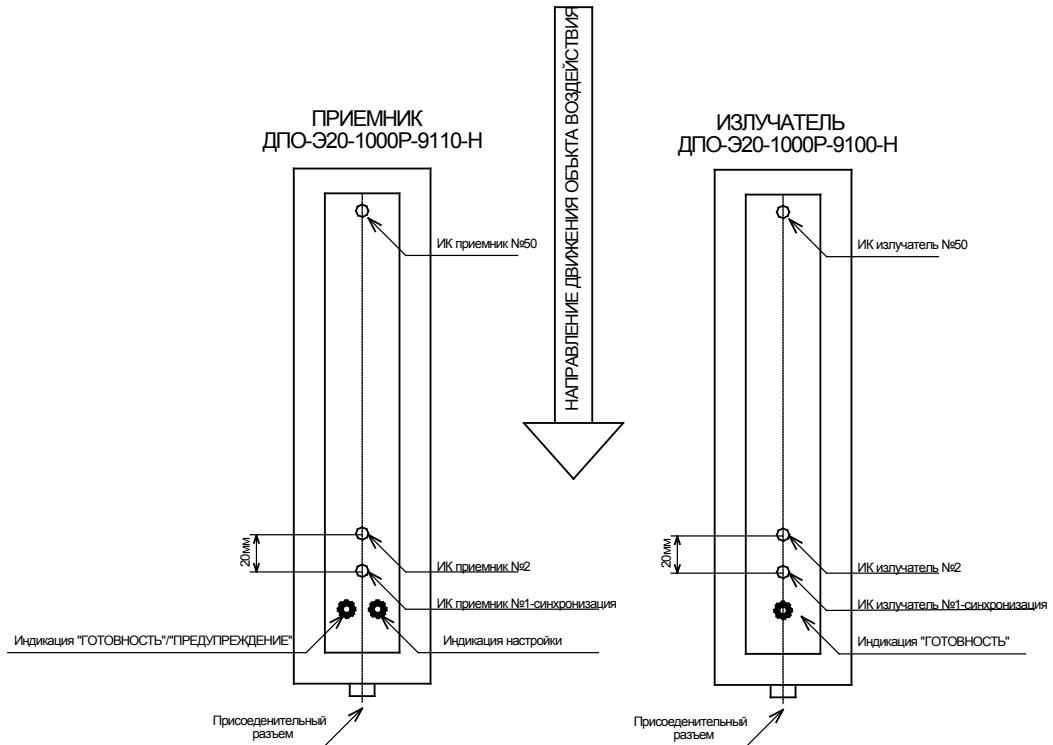
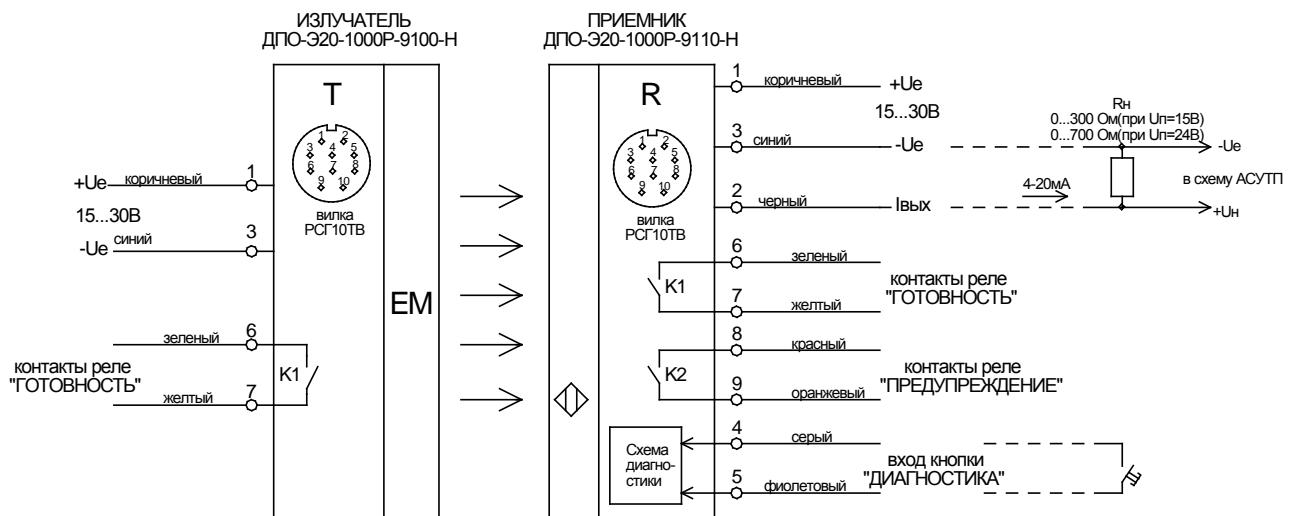

Рис.1 Расположение индикации и направление движения объекта воздействия
Рис.2 Схемы подключения излучателя и приемника
3.1 Многолучевая оптическая линейка ДПО-Э20 (далее – изделие) состоит из излучателя, работающего в инфракрасном диапазоне и приемника, принимающего инфракрасное излучение. Изделие предназначено для формирования унифицированного токового сигнала 4 – 20mA в зависимости от количества перекрытых лучей. Особенностью данного изделия является то, что синхронизация излучателя и приемника осуществляется по одному из оптических каналов (лучей), поэтому объект воздействия не должен перекрывать луч синхронизации. На рис.1 показано расположение индикации и положение луча синхронизации.
3.2 Кроме токового выхода, ДПО-Э20 имеет служебные выходные релейные контакты и вход для запуска диагностики (см. рис.2), а именно:
- контакты реле K2 «предупреждение» которые изначально замкнуты и размыкаются только при отсутствии более пяти лучей или синхронизации (см. рис.1) в режиме диагностики, при этом индикация готовности изменяет цвет с зеленого на оранжевый. Режим диагностики активируется нажатием кнопки «диагностика» (см. рис.2). Особенностью работы режима диагностики является следующее – при замыкании контактов кнопки «диагностика» более чем на 100мс (защита от дребезга) включается режим проверки количества отсутствующих лучей и если отсутствует более пяти лучей или отсутствует синхронизация, то выходные контакты реле «предупреждения» размыкаются и замкнутся, только если количество отсутствующих лучей станет меньше пяти (гистерезис 1 луч) или восстановится синхронизация. Так же контакты реле «предупреждения» K2 размыкаются в режиме «диагностика», если неисправен излучатель или не подключено напряжение питания излучателя. Таким образом, режим «диагностика» не позволяет локализовать неисправность в приемнике или излучателе, а лишь указывает, что не работает более пяти оптических каналов.
б) сориентировать излучатель и приемник относительно друг друга до изменения цвета индикации настройки (см. рис.1) на приемнике с красного на зеленый;
5.3 Питающее напряжение и нагрузки следует подключать в соответствии с рис.2. Рекомендуется использовать стабилизированный источник питания постоянного напряжения на 15 В или на 24 В с выходным током не менее 300 mA, а также экранированные соединительные кабели для излучателя и приемника.